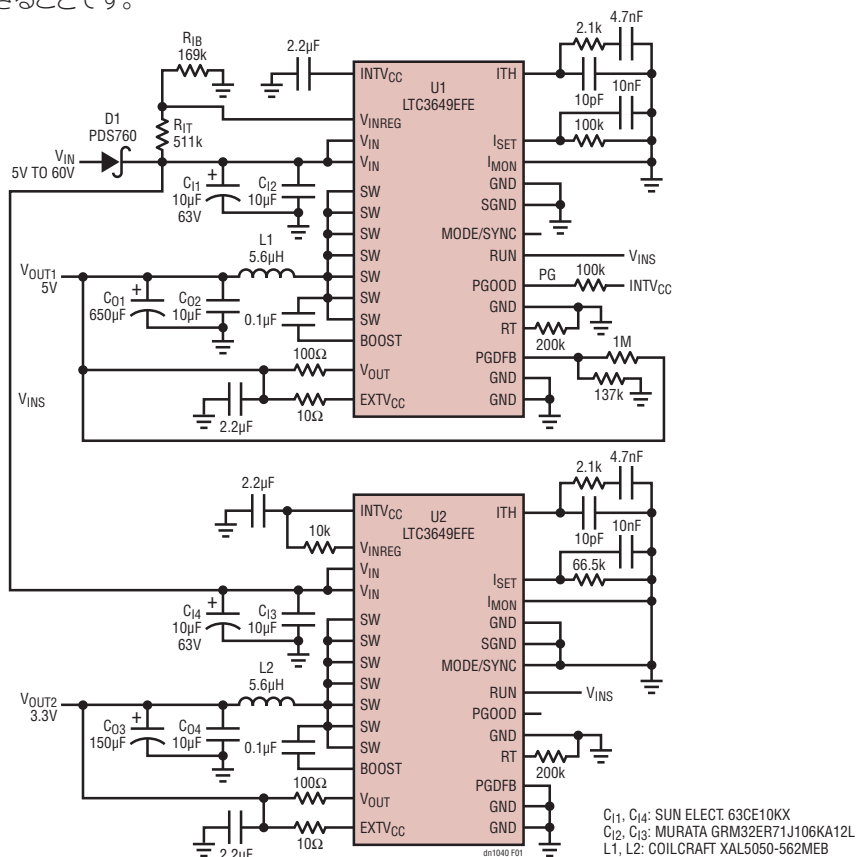

図 1. 3.3V 出力 (U2) の保護負荷に保持電力を供給する 5V 出力コンバータ (U1)。U1 の MODE/SYNC ピンはフロート状態のままなので、LTC3649 は昇圧モードに遷移することができる。
図 1 は、LTC3649 を使用した保持設計回路を示しています。通常の動作条件では、非安定化レール  $V_{IN}$  (ブロッキング・ダイオードを介した  $V_{INS}$ ) が、U1 をベースにしたコンバータ (コンバータ A) に電力を供給します。このコンバータは降圧モードで動作し、 $V_{OUT1}$  で安定した 5V を発生します。 $V_{INS}$  は U2 ベースの第 2 のコンバータ (コンバータ B) に接続され、コンバータ B が  $V_{OUT2}$  の 3.3V を重要な負荷に供給します。 $V_{IN}$  に障害が発生すると、コンバータ A は昇圧モードになり、その出力フィルタ・コンデンサ  $C_{O1}$  および  $C_{O2}$  を放電することにより、その設定出力電圧 ( $V_{INS}$ ) を維持します。抵抗  $R_{IT}$  および  $R_{IB}$  は、この電圧レベルを設定します。U1 が生成した  $PGOOD$  (PG) 信号を使用して、電源障害をシステムに伝達し、重要な回路以外の回路を切断してエネルギーを残しておくことができます。MODE/SYNC ピンは、LTC3649 が昇圧モードに入ることができるようにフロート状態のままです。